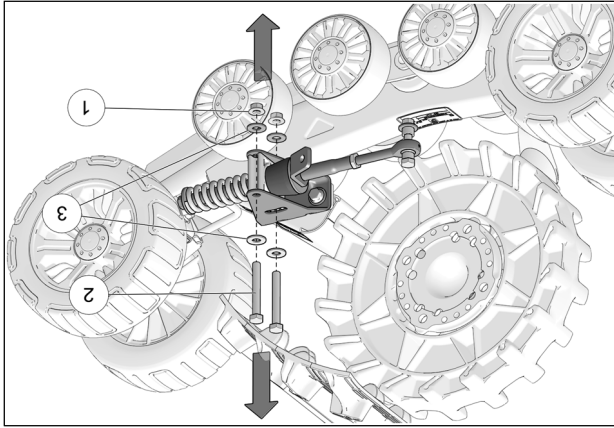

Fig. 13
4. Dévisser les écrous (1) et retirer les boulons (2) et les rondelles (3) qui fixent les bras stabilisateurs aux systèmes avant. Voir la Fig. 13